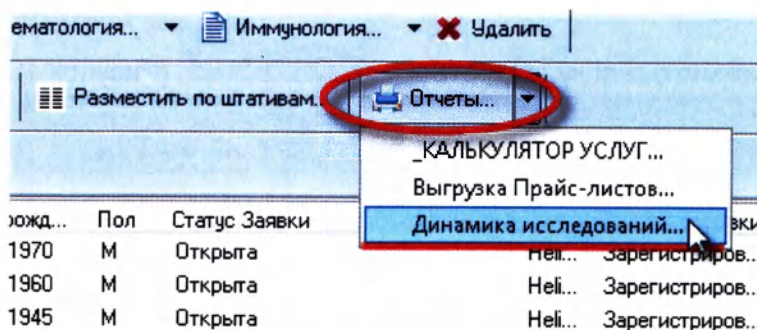

Рисунок 15.8
3.	Из выпадающего списка выберите нужный отчет ¹⁷ , например «Динамика исследований» (Рисунок 15.8)